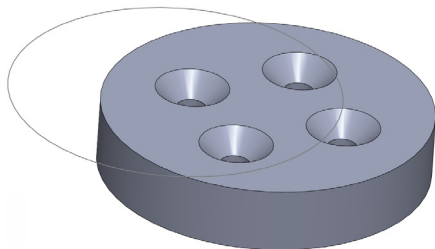

图 7-22 打开素材模型
(1) 单击常用工具栏中的【打开】按钮, 打开一幅素材模型，如图 7-22 所示。